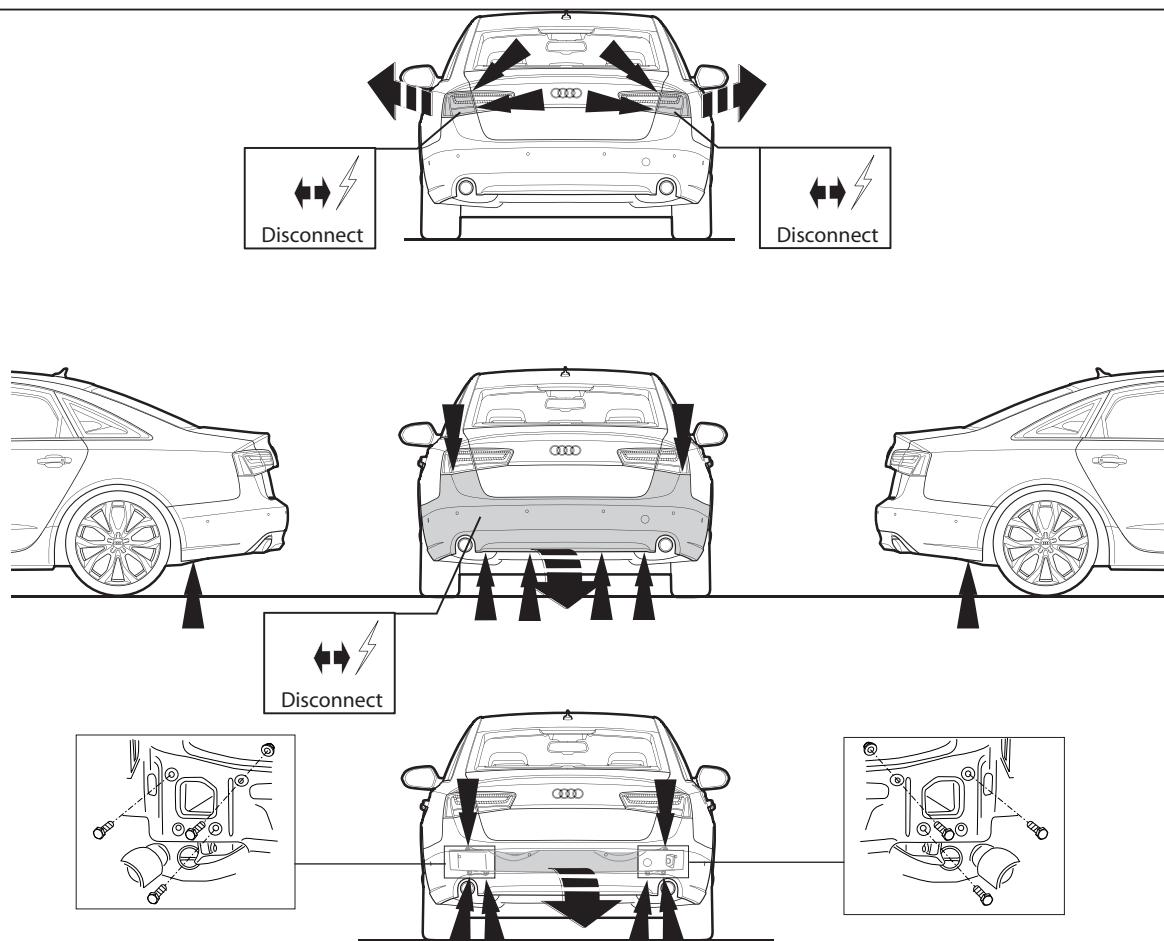

Fig. 1
2. Clear the bolts and floor. See figure 1/a.
1. Remove the rear-light units. Remove the bumper and the steel buffer beam from the vehicle. The buffer beam will no longer be needed. Replace the bolts. See figure 1/a.
1. Die Rücklichter abmontieren. Die Stoßstange einschließlich des stählernen Stoßbalkens vom Fahrzeug abmontieren. Der Stoßbalken wird nicht mehr benötigt. Schrauben wieder anbringen Siehe Abbildung 1/ 1a.